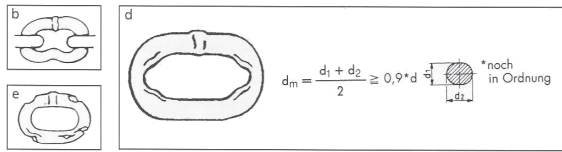

Bild 32:
d) Verschleiß tritt an den Kettengliedern durch Abrieb außen und zwischen ineinander hängenden Kettengliedern verdeckt auf. Zur Verschleißmessung mit Messschieber muss die Kette locker sein. Bis zu 10 % Verschleiß (gemittelte Glieddicke) ist zugelassen (siehe Bild 32).